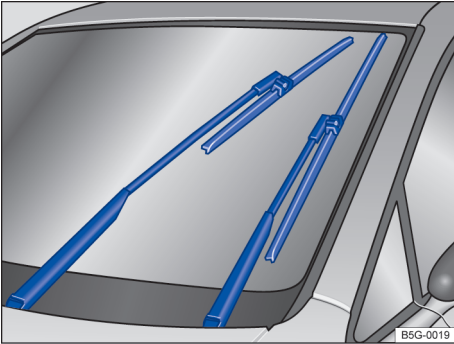

图 203 车窗玻璃刮水器在维护位置
在维护位置上可以将车窗玻璃刮水器摆臂从车窗玻璃上掀起→ 图 203。为了将车窗玻璃刮水器置于维护位置，要进行以下操作：
- 将风窗玻璃刮水器拨杆向下拨至点动刮水位置。使刮水器处于保养位置→ 图 203。